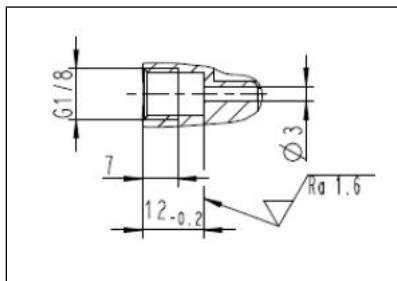

Abb.15 Schnittzeichnung Bohrung zur Drucküberwachung
- KNF empfiehlt, den Zwi-schenraum zwischen Arbeitsmembrane und Sicherheitsmembrane (siehe Abb. 4) über die Bohrung(en) (siehe Abb. 15) im Zwi-schenring auf eine Änderung des Drucks zu überwachen. Bei Änderungen des Drucks im Zwi-schenraum ist die Pumpe sofort stillzulegen